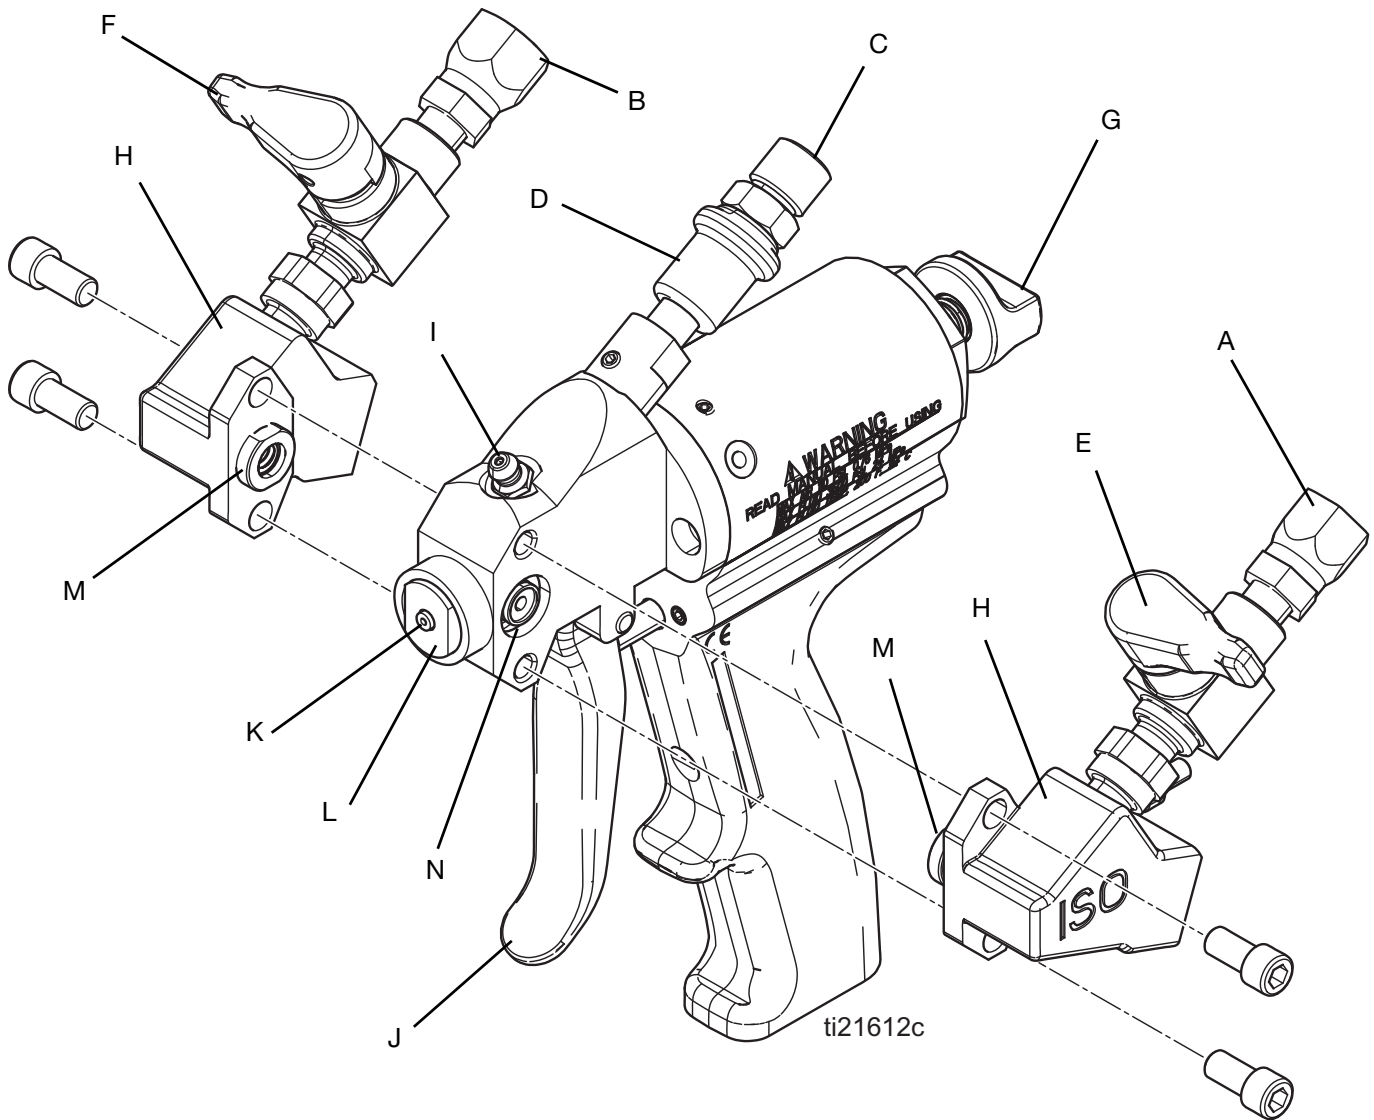

FIG. 1 Probler P2-komponenter
3. Lås kolvens säkerhetsspärr (G). Se **Kolvens säkerhetsspärr**, sidan 12.
4. Anslut isocyanatslangen på A-sidan till JIC ISO-slanganslutningen (A) och anslut hartsslangen på B-sidan till JIC RES-slanganslutningen (B) på P2. Se FIG. 1 på sidan 8.
5. Anslut 1/4-tums NPS-luftslangen som medföljer P2 till lufttillförselslangens anslutning (C). Se FIG. 1 på sidan 8.